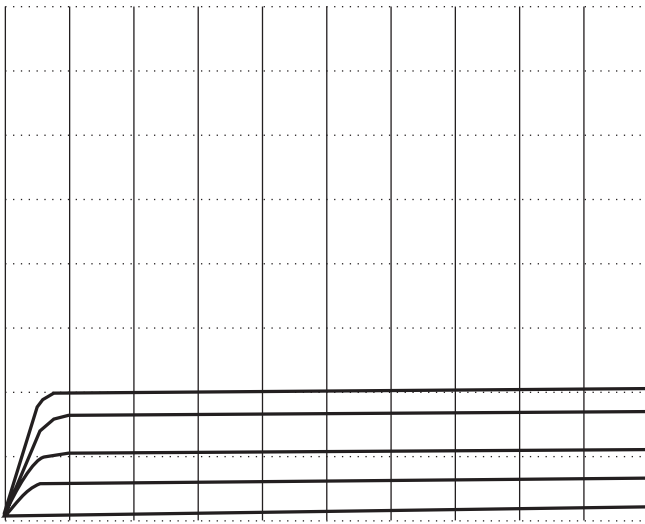

Figura 3
En la primera puesta en marcha la corriente base está ajustada en un mínimo (figura 3). El ajuste del ancho de paso/posición
Si se pone en marcha el HM6042 y no se tiene conectado ningún componente, aparece sobre la pantalla una línea horizontal. Si se conecta un transistor NPN bipolar y se activa la medición mediante una pulsación sobre la tecla DUT ④ aparece un grupo de curvas con 5 curvas similar a las de la figura 3.